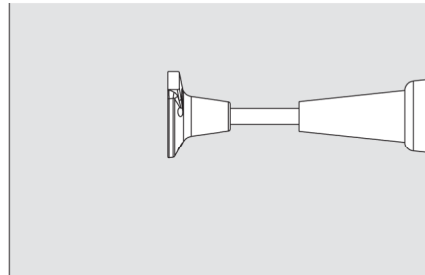

Fig. A2.04a
- Cono di ripresa-2 M24/DW 15 (Fig. A2.04a)